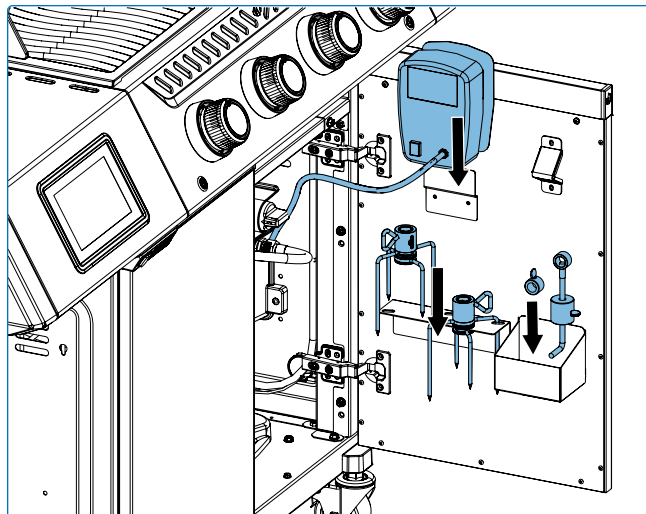

Fig. 9
- Utilizzare gli appositi alloggiamenti per la sonda sul ripiano laterale quando ci si prepara a cucinare. Scollegare le sonde e portarle all'interno quando non sono in uso per proteggerle dagli agenti atmosferici (**Fig. 9**).